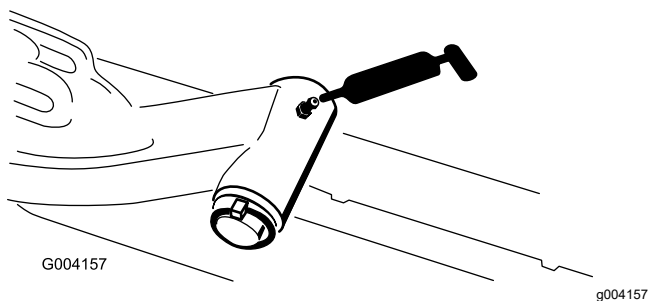

Figure 67
- Axe de pivot des bras de levage (x1) – Figure 67